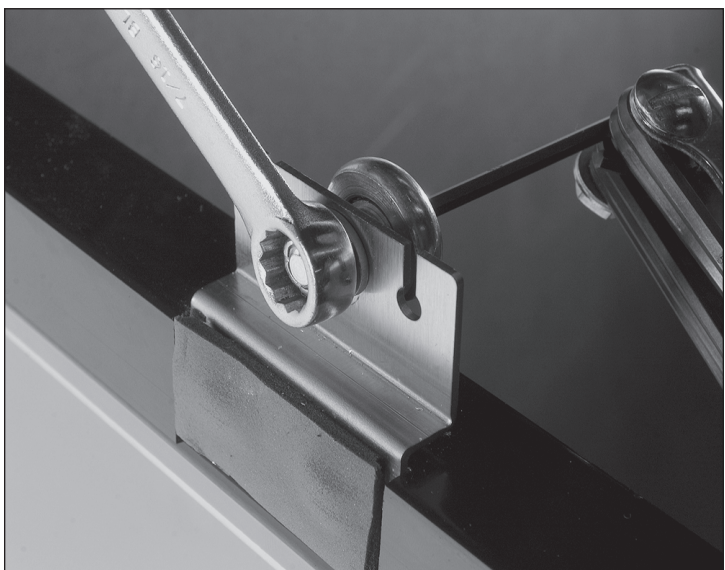

Fig. 1. Ajuste la ruedecilla.
2. Con una llave de 7/16" o una llave ajustable y una llave Allen de 1/8", afloje la ruedecilla y muévela a lo largo del orificio ranurado. Una vez realizado el ajuste, apriete la ruedecilla en su sitio. Véase la fig. 1.